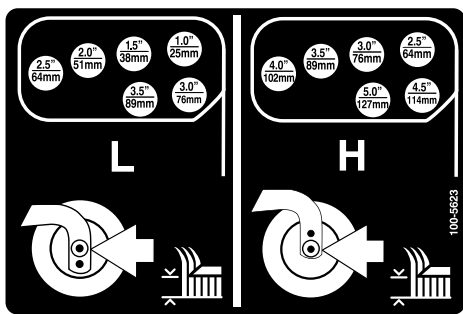

Figura 25
5. Girate il tenditore per alzare o abbassare il braccio di rotazione finché i fori non sono allineati con i fori della staffa dell'altezza di taglio selezionati, nel telaio dell'apparato di taglio (Figura 24 e Figura 25).